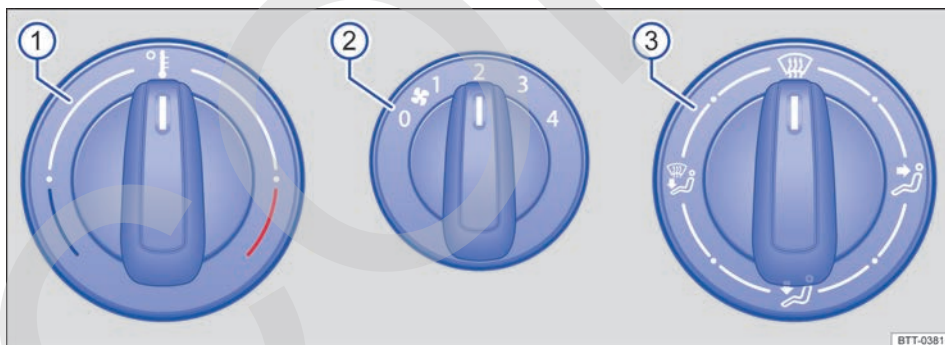
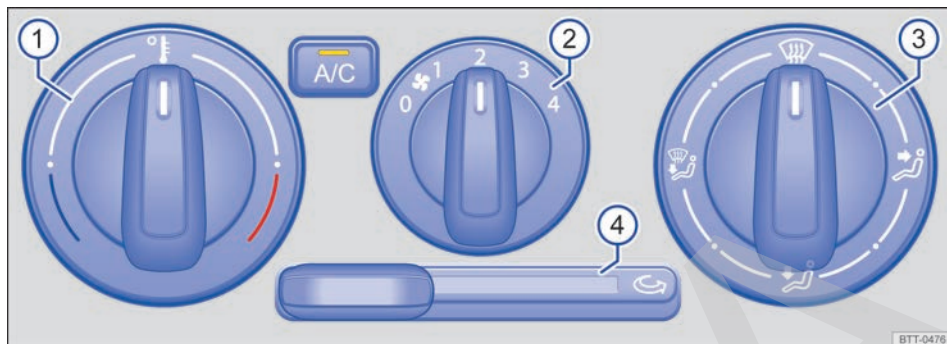

Fig. 78 En la consola central: comandos del sistema de ventilación y calefacción.
Fig. 79 En la consola central: mandos del aire acondicionado.
Tecla, regulador	Información complementaria del sistema de calefacción y ventilación → fig. 78 y aire acondicionado → fig. 79.
- En vehículos con sistema de calefacción, coloque el regulador de la temperatura → **fig. 78** **①** completamente hacia la derecha, a la posición máxima de calefacción.
- Coloque el regulador de la distribución del aire **③** en la posición **☞**.
- Coloque la turbina **②** en el nivel 3 o 4.
- Coloque el regulador de la distribución del aire → **fig. 79** **③** en la posición **☞**.
- Coloque el regulador de la temperatura **①** en la posición deseada.
Encender: empujar el regulador corredizo → fig. 79 hacia la derecha hasta el tope.
Apagar: empujar el regulador corredizo → fig. 79 hacia la izquierda hasta el tope.